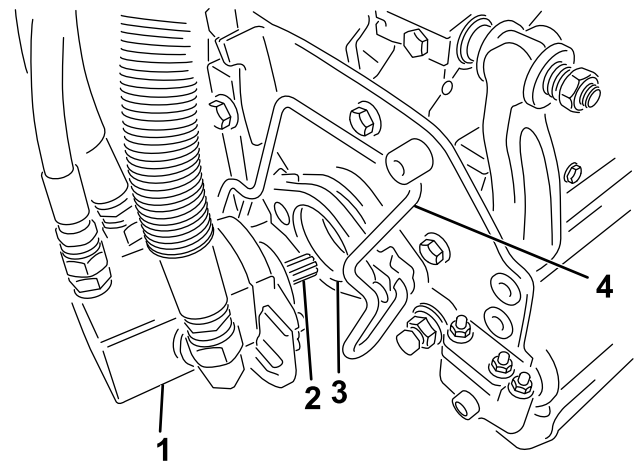

図 56
5. カuttingユニット用モータのスプラインシャフトにきれいなグリスを塗りつける 図 56。
6. モータを、カuttingユニットの左側運転席から見てに取り付け、カuttingユニットについているモータ固定バーを、モータの上から被せるようにセットし、モータの左右から「カチッ」というロック音が聞こえるまで押し下げる 図 56。